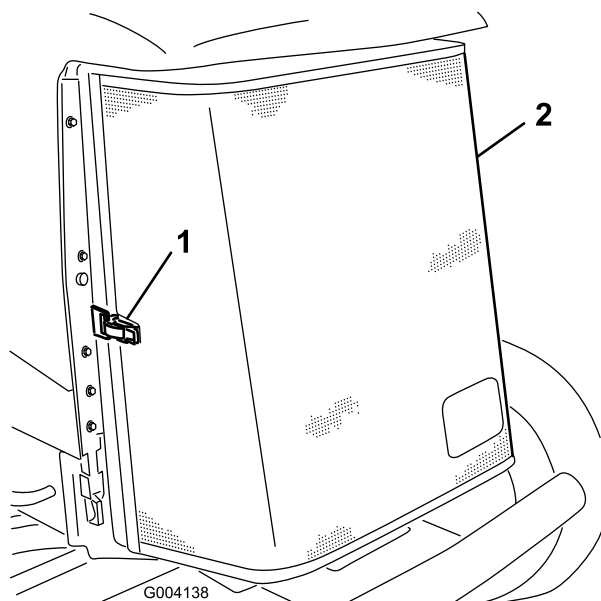

Рисунок 50
3. Откройте защелку и откиньте заднюю решетку (Рисунок 50).